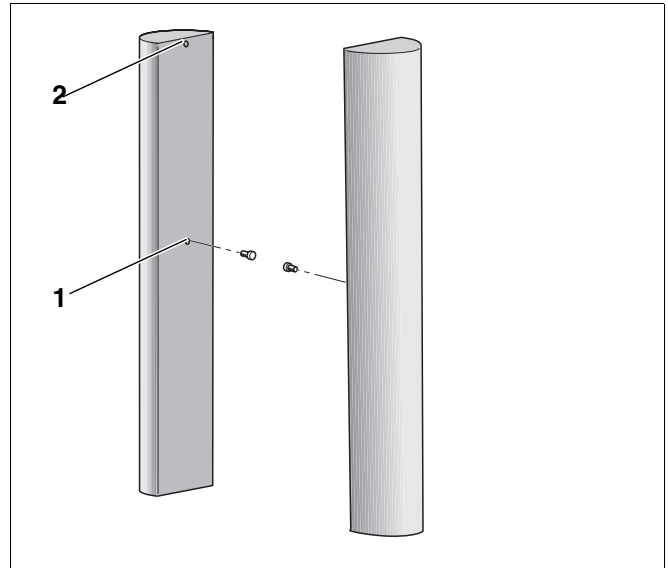
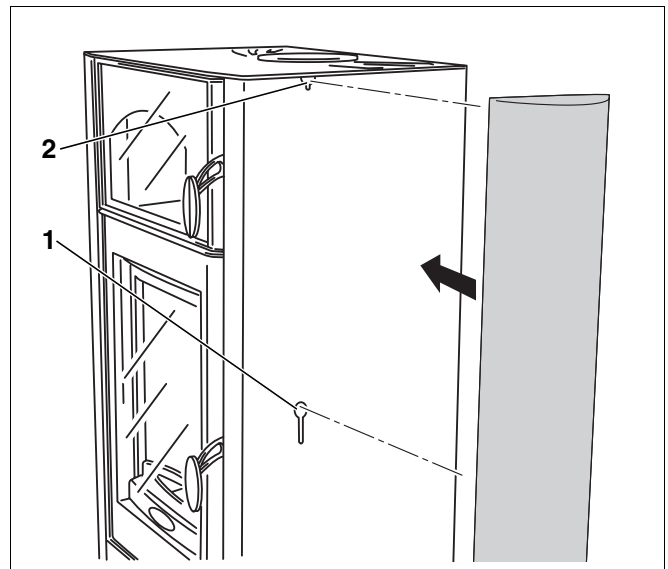
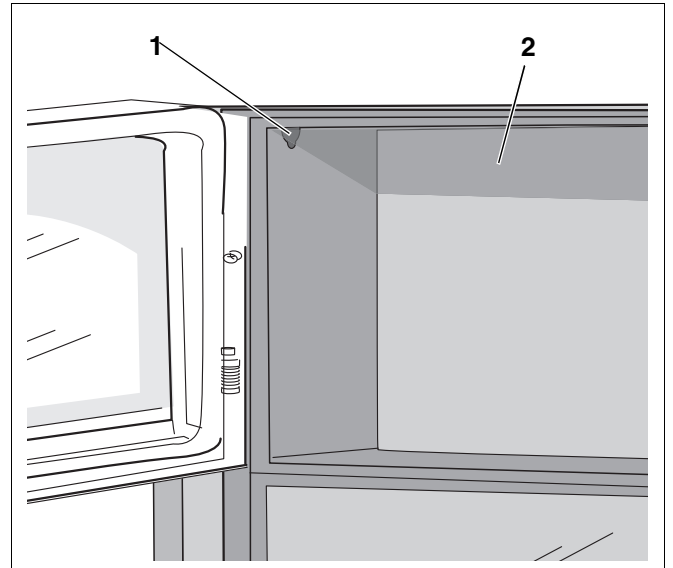

Abb. 22 Naturstein-Serpentino-Seitenteile – Bohrungen
Abb. 23 Naturstein-Serpentino-Seitenteil einhängen
Abb. 24 Warmhaltefach/Öse (blueline 5)
- Jeweils eine Schraube in die Bohrung im mittleren Bereich der Seitenteile einschrauben (Abb. 22, **Pos. 1**).
- Naturstein-Serpentino-Seitenteil in die untere Öse einhängen (Abb. 23, **Pos. 1**).
- Eine weitere Person dreht vom Warmhaltefach her durch die obere Öse (Abb. 23, **Pos. 2** und Abb. 24, **Pos. 1**, Seite 23) eine Schraube in die Bohrung im oberen Bereich des Naturstein-Serpentino-Seitenteils (Abb. 22, **Pos. 2**) ein.